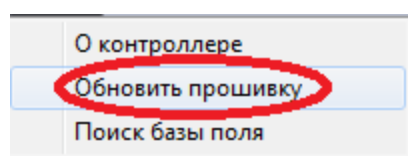
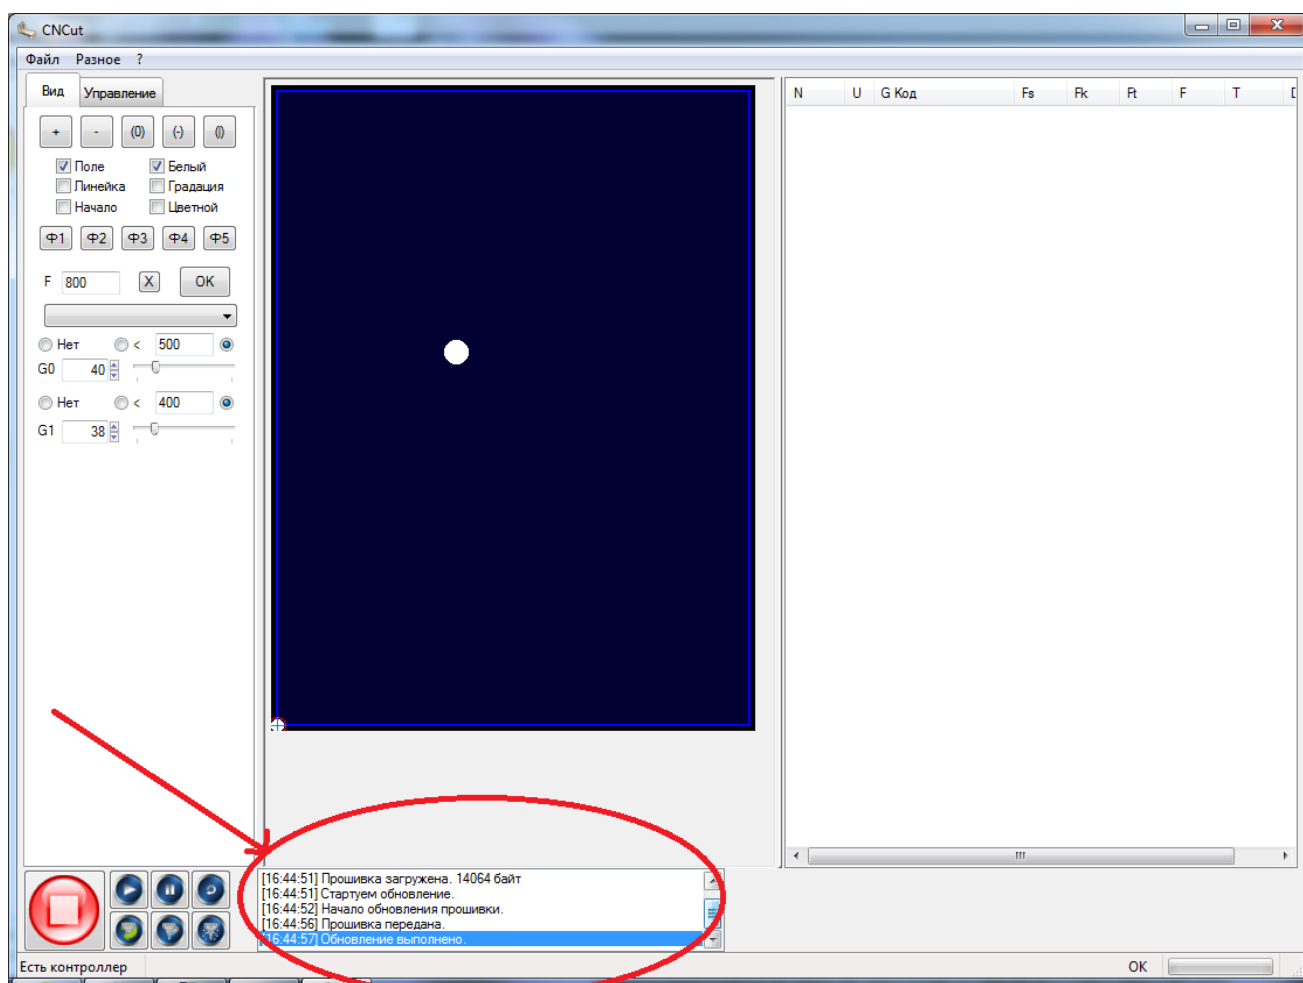

Рисунок 53 . Команда «Обновить прошивку»
Рисунок 54. «Обновление выполнено»
2) Пункт «Обновить прошивку». Необходим на этапе прошивки микроконтроллера, рисунок 53 и рисунок 54